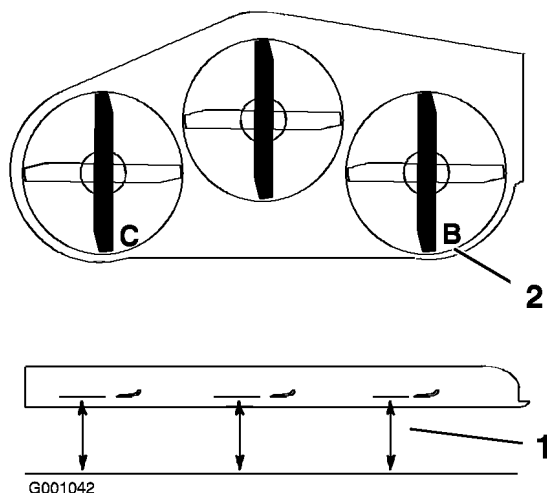

Figure 57
1. Tournez la lame **droite** dans le sens longitudinal (Figure 57).
2. Mesurez la distance au point **B** entre la surface plane et le tranchant de la pointe de la lame droite (Figure 57).
4. Tournez la lame gauche dans le sens longitudinal (Figure 57).
5. Mesurez la distance au point **C** entre la surface plane et le tranchant de la pointe de la lame gauche (Figure 57).